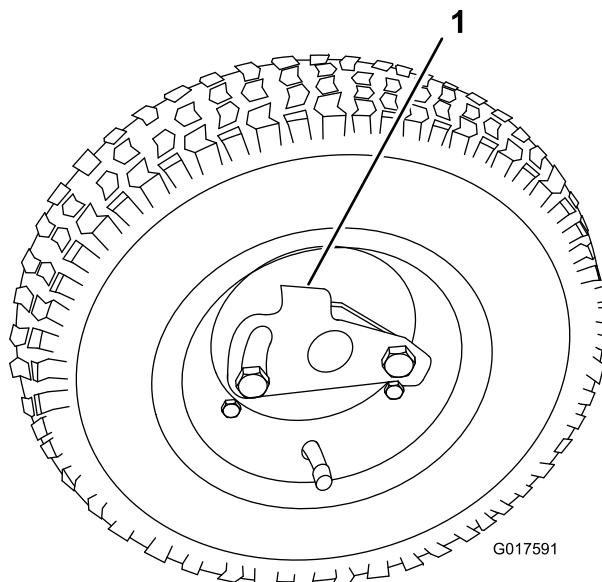

Figura 19
2. Premete la clip di bloccaggio verso il centro della ruota, e collocate quest'ultima sull'albero esagonale (Figura 19).